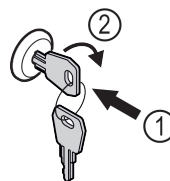

Fig. 165 Beispielhafte Darstellung
- ▶ Schlüssel hineindrücken Fig. 165 (1).
- ▶ Schlüssel um 90° im Uhrzeigersinn drehen Fig. 165 (2).